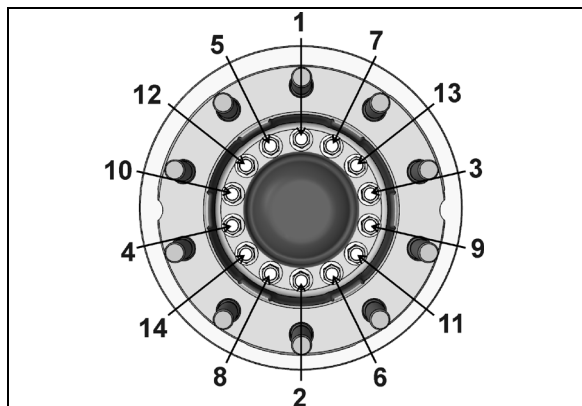

FIGURE 33: SÉQUENCE DE SERRAGE
- Assujettir la bride du moyeu et le disque sur le roulement intégré en utilisant 14 vis d'assemblage neuves (à usage unique). Se reporter à la Figure 33 pour la séquence de serrage.